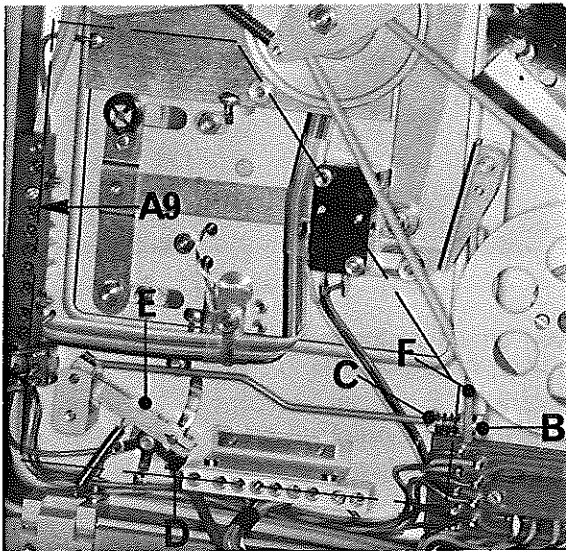
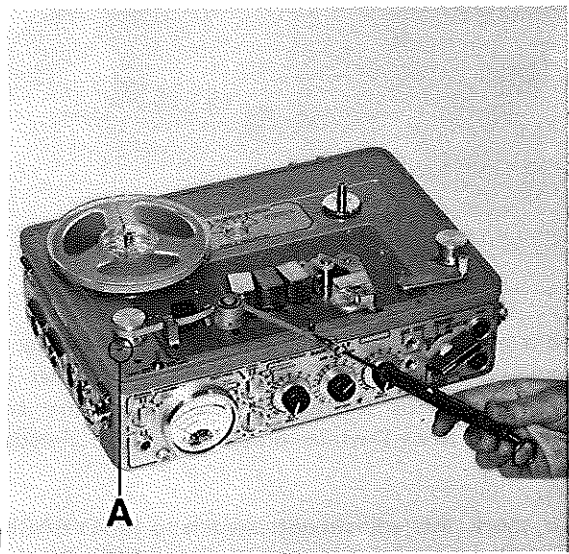

Fig. 10
Fig. 11
Open the recorder, unscrew the shield and remove oscillator circuit A9 (fig. 10). Turn screw E until the spring fixing nut touches its head. Loosen screw B to obtain a minimum play of 0.2 mm (0.008") between it and bar F when the tension roller is pushed inwards to its fullest extent.
Put a full 5" reel on the recorder, attach the dynamometer to the tape (fig. 11) and switch to PLAYBACK at 7.5": pull on the dynamometer which should show 55 g (2 oz); adjust by turning nut C (fig. 10). The play between bar F and screw B should remain: readjust screw B if necessary.
When the dynamometer shows 55 g (2 oz) the position of the tension roller should allow screw A to be completely visible (fig. 11); adjust this position by turning screw E and nut C alternately (fig. 10).
Ouvrir l'appareil, dévisser le blindage et extraire le circuit oscillateur A9 (fig. 10). Faire tourner la vis E jusqu'à ce que l'attache du ressort vienne toucher sa tête. Dévisser la vis B pour obtenir un jeu minimum de 0,2 mm entre elle et la barrette F lorsque le tensiomètre est en butée vers l'intérieur.
Mettre en place une bobine pleine de 127 mm, fixer le dynamomètre à la bande (fig. 11) et passer sur PLAYBACK à 7,5": tirer sur le dynamomètre, qui doit indiquer 55 g; régler en tournant l'écrou C (fig. 10). Le jeu entre la barrette F et la vis B doit subsister: retoucher cette dernière si nécessaire.
La poulie du tensiomètre doit laisser apparaître complètement la vis A (fig. 11) lorsque le dynamomètre indique 55 g; la position se règle en retouchant alternativement la vis E et l'écrou C (fig. 10).
6.2 Brake Tension Roller (fig. 10): this tension roller should also be in the centre of its slot; adjust its position by turning screw B, while immobilising nut C.
6.3 To check this adjustment: remove the tape: each tension roller returns to the rest position and there should be about 0.6 mm (0.025") play between screw B and the bar (fig. 10) and screw D and the lever (fig. 7). If the tension rollers are pushed
6.2 Tensiomètre de frein (fig. 10): la poulie doit également se placer en position médiane; régler en agissant sur la vis B, tout en immobilisant l'écrou C.
Enlever la bande: chaque tensiomètre revient en position de repos, et il doit y avoir un jeu d'environ 0,6 mm entre la vis B (fig. 10) et la vis D (fig. 7) et leurs appuis respectifs. Pousser chaque tensiomètre